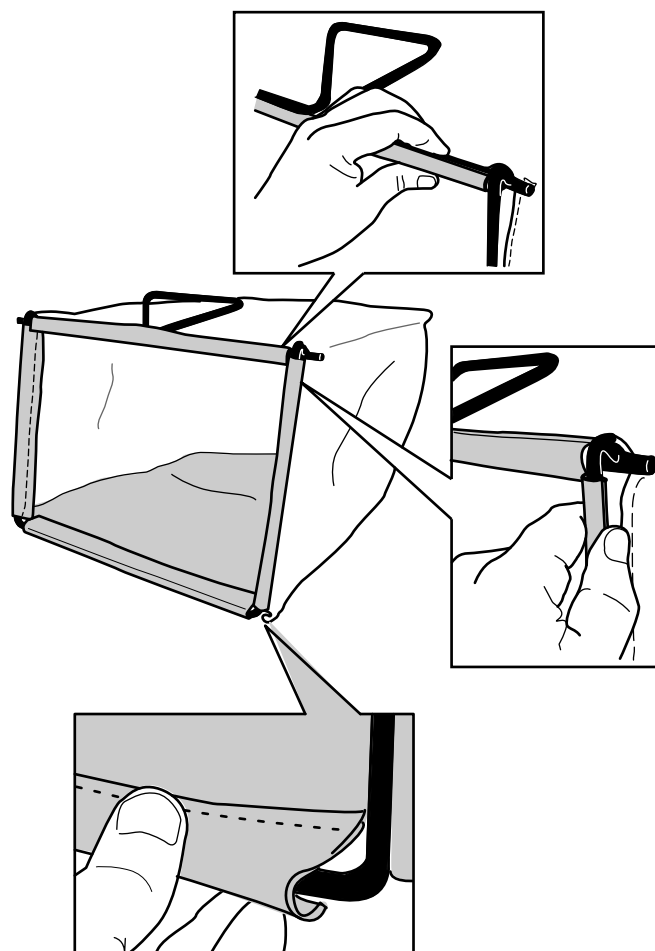

Figura 8
2. Engate o canal inferior do saco na parte inferior da estrutura (Figura 8).
3. Engate os canais superior e lateral do saco na parte superior e lateral da estrutura, respetivamente (Figura 8).